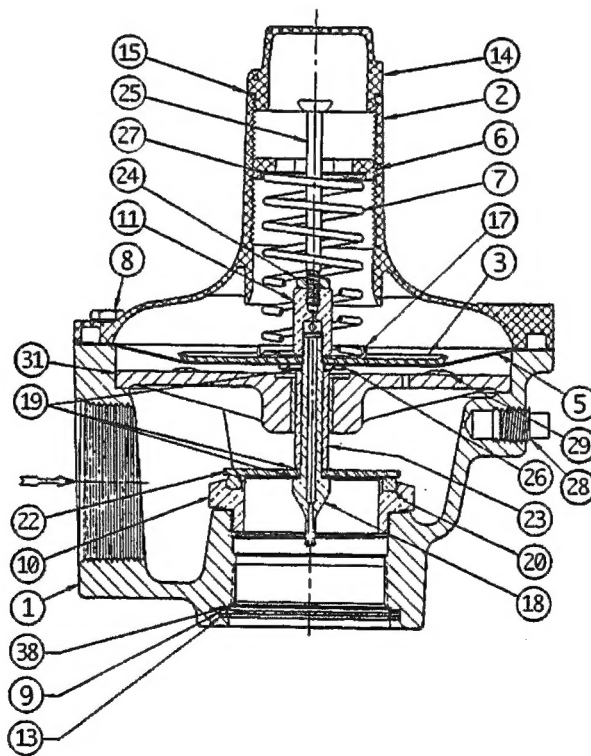

図8. 289H形-2inリリースバルブの断面
リリーフバルブの断面構造とキー番号は、図8を参照して下さい。
- 4) 図8を参照して、ワッシャ（キー-22）、3個のガスケット（キー-19）、スペーサ（キー-23）、ステムガイド組（キー-31）をピトー管（キー-18）にセットして下さい。